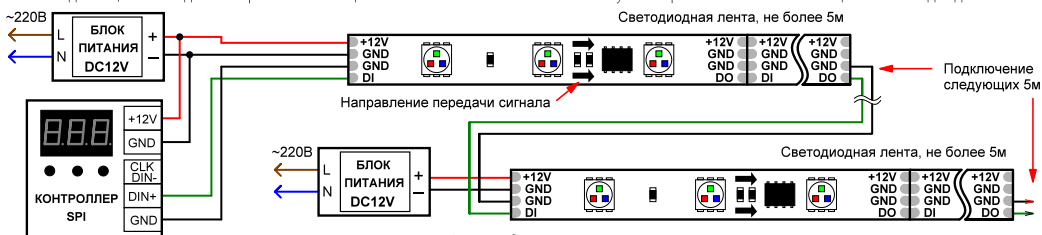

Рис. 1. Схема подключения ленты.
- Подключите ленту к выходу блока питания и к контроллеру согласно приведенной схеме (Рис.1), соблюдая полярность. При подключении лент и соединении отрезков учитывайте направление передачи цифрового сигнала, указанное стрелкой на ленте. Вход сигнала управления имеет обозначение «DI», выход – «DO». Для подключения используйте коннекторы из комплекта поставки. Руководствуйтесь маркировкой, нанесенной на ленту (см. таблицу).
- Подключите ленту согласно схеме (Рис. 1.), соблюдая полярность.